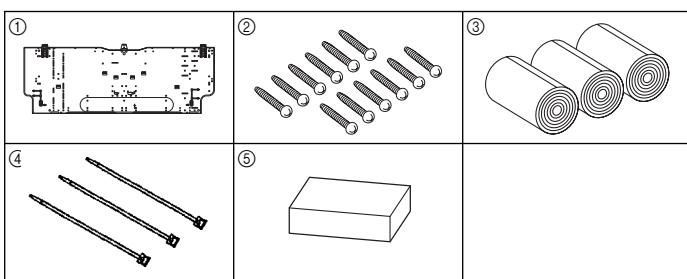

Fig. 3-1
- ⑧ Salida de aire: No coloque ningún obstáculo en 1500 mm, 59-1/16 inch de la salida del aire.
- ⑨ Superficie del suelo
- ⑩ Móvilario
- ⑪ Cuando la dimensión de proyección de una guía de cortina o similar con respecto a la pared supera los 60 mm, 2-23/64 inch, debe tomarse una distancia adicional, ya que la corriente de aire del ventilador puede crear un ciclo corto.
- ⑫ 1800 mm, 70-7/8 inch o más desde la superficie del suelo (para montaje en ubicaciones altas)
- ⑬ 55 mm, 2-11/64 inch o más con la instalación de las tuberías de la parte izquierda o posterior izquierda y de la bomba opcional de drenaje
- ⑭ 550 mm, 21-21/32 inch o más con la instalación del bomba opcional de drenaje
- ⑮ Mínimo 7 mm, 9/32 inch: 250 mm, 9-27/32 inch o más con la instalación del bomba opcional de drenaje
3.1. Comprobación de los accesorios de la unidad interior (Fig. 3-1)